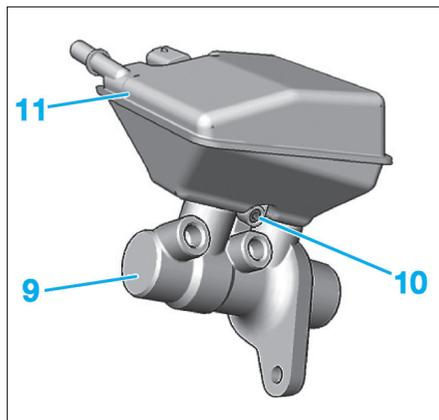

Fig. 28
- la vis (10) de fixation du réservoir (11) (Fig.28),
- le réservoir (11) du maître-cylindre (9).